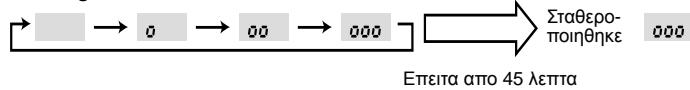

Fig. 8-3
③ Πατηστε το κουμπι (FILTER) (↔) για να επιβεβαιωσετε τη ρυθμιση. (Fig. 8-3)